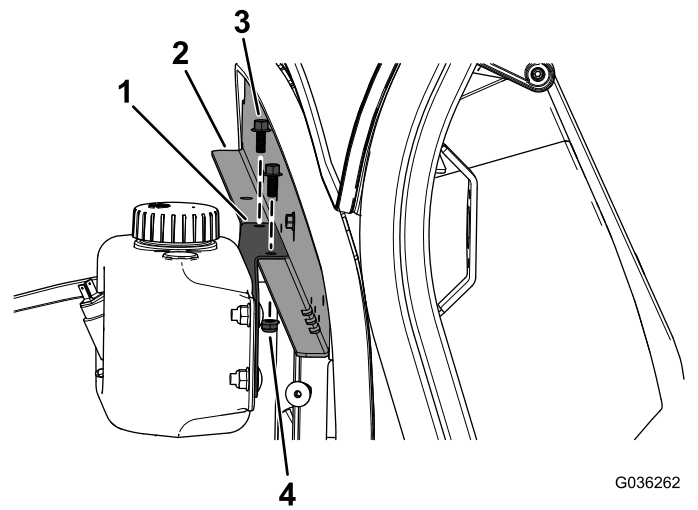

**Figura 2**
1. Montate il serbatoio del detergente sulla staffa di montaggio del serbatoio del detergente con 4 bulloni a testa tonda ( $5/16 \times 3/4$ ") e 4 dadi di bloccaggio ( $5/16$ ") come illustrato nella Figura 2.